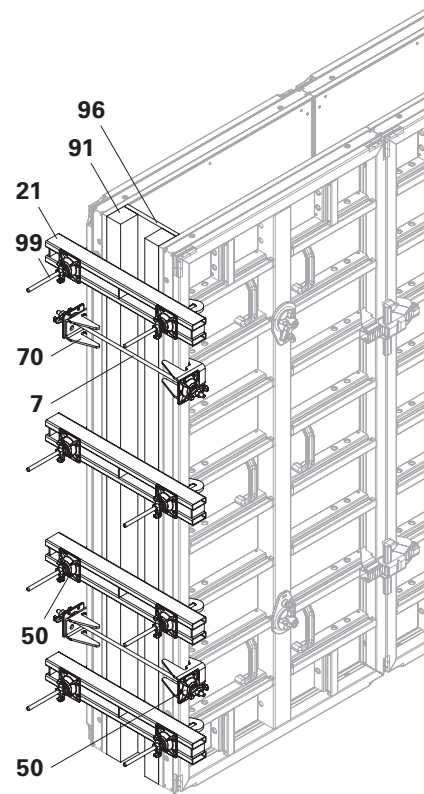
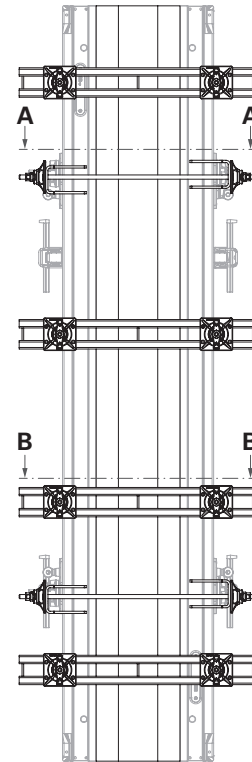

Fig. B7.03
Fig. B7.04
- Shown: 270x120 (Fig. B7.03 + Fig. B7.04)